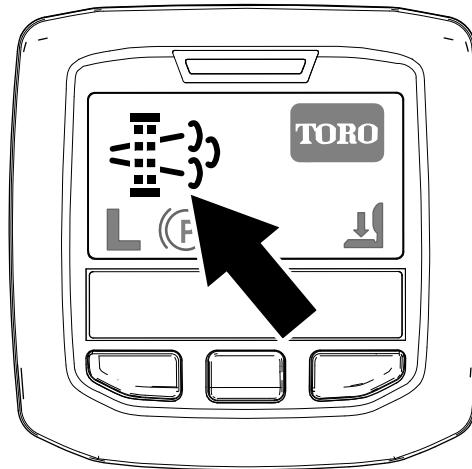

Figura 29
- Nell'InfoCenter viene visualizzata l'icona di richiesta rigenerazione parcheggiata (Figura 29).